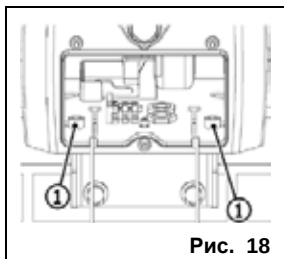

Рис. 18
6. Снова открыть центральный отсек модуля и затянуть другие два винта (рис. 18, поз. 1).